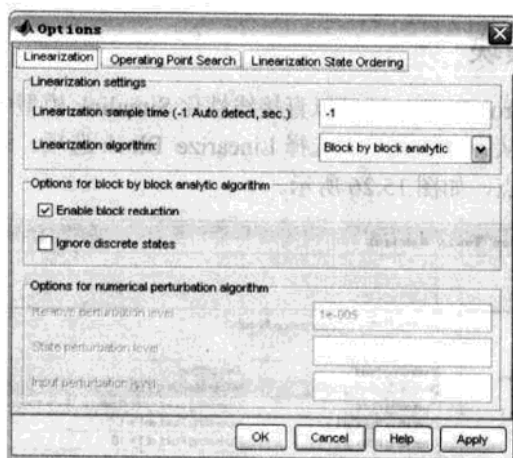

图 15.24 Linearization 选项卡
(1) 使用 **LTI Viewer**。为了在图中添加峰值和稳态时间, 在图形窗口任何地方右击, 从菜单中选择你希望的选项。还可以直接在曲线的适当处单击鼠标查看信息。可以同时一次显示多达 6 个图形, 可以在 **Edit | Plot Configurations** 中设置。通过选择 **File | Export** 把线性化模型导入到工作空间。
(2) 修改线性化设置。可以通过选择 **Control and Estimation Tools Manager** 窗口中的 **Tools | Options** 命令, 在弹出的对话框中选择 **Linearization** 选项卡, 如图 15.24 所示。